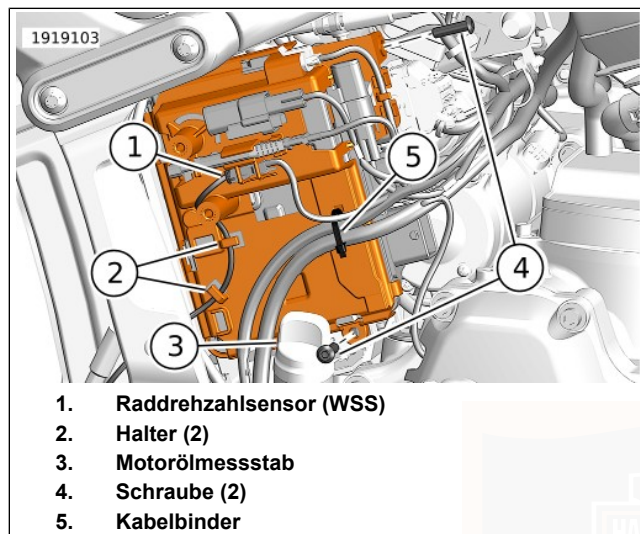

Abbildung 66. BCM-Elektriktafel
5. Siehe Abbildung 66. Das BCM und die Elektrietafel beiseiteschieben.
5. Siehe Abbildung 66. Das BCM und die Elektrihtafel einbauen.
- a. Die Schrauben (4) anbringen. Festziehen.